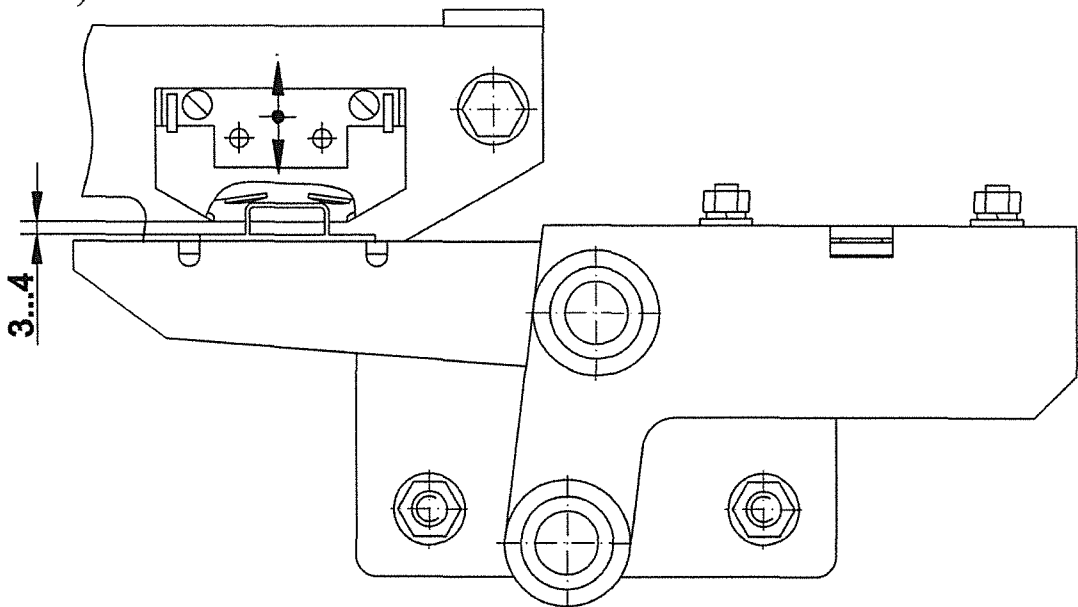

Рисунок 3.7 – Регулировка выключателя.
4) Ослабить винты крепежа выключателя и перемещением вверх/вниз выставить зазор от 3 до 4 мм между корпусами контактной группы и замыкателя (шунта) выключателя, обеспечив надежное смыкание контактов. Винты зажать (рисунок 3.7).